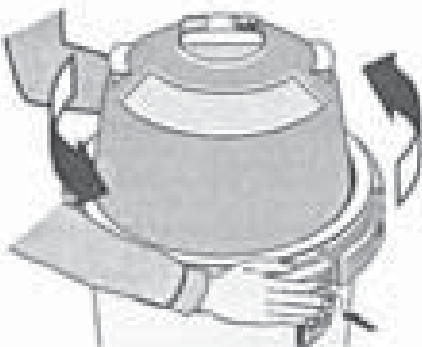

Figure 4
1. Assurez-vous que la bague de fermeture soit bien en place en la tournant dans le sens des aiguilles d'une montre jusqu'à ce que le loquet s'accroche dans l'attache (voir figure 4)
a. Enfoncer le loquet de sécurité sous la bague (voir figure 4).